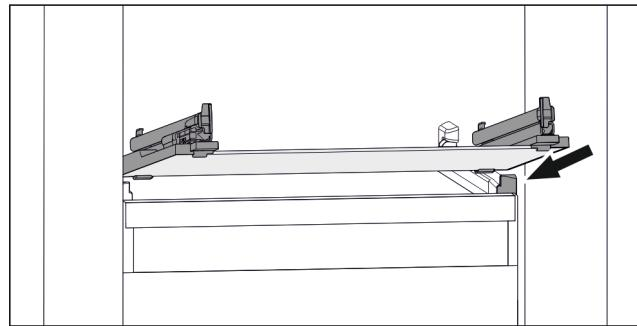

Fig. 138 Приближене відображення скляної пластини
- Встановити скляну пластину за стопорами навколо. (див. Fig. 138)